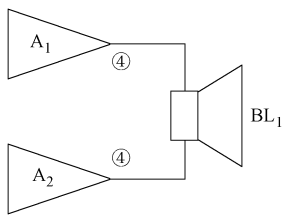

图 13-31 示意图
2) 输出电路。扬声器  $BL_1$  直接地接在两组功率放大器集成电路  $A_1$  和  $A_2$  的信号输出引脚④脚之间，如图 13-31 所示，这是 BTL 功率放大器电路的一个特征，扬声器不接地（这种方式称为浮地），扬声器回路中没有隔直电容，因为两组 OCL 功率放大器集成电路  $A_1$  和  $A_2$  的信号输出引脚④脚上的直流工作电压相等，这样没有直流电流过扬声器  $BL_1$ 。